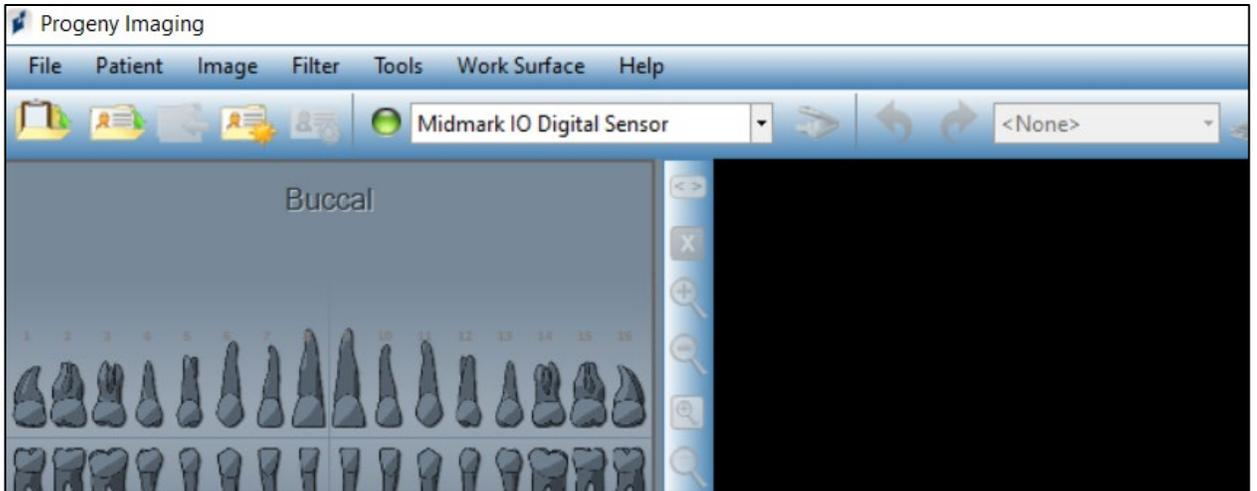

Figure 24. L'indicateur d'état du dispositif circulaire est maintenant vert.
- L'indicateur d'état du dispositif circulaire est maintenant vert. (Voir la figure 24 ci-dessous). Cela confirme que le capteur est maintenant connecté à l'ordinateur et que les fichiers d'étalonnage sont maintenant téléchargés.